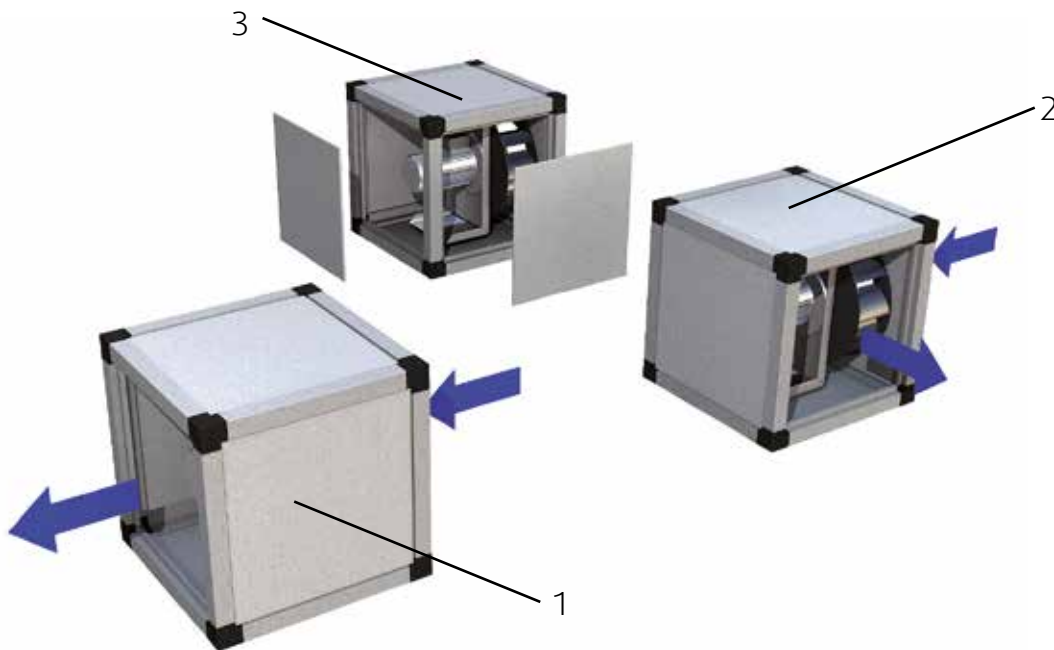

Bild 11: MUB mit verschiedenen Ausblas-Möglichkeiten
- ☞ Schließen Sie anschließend die andere Seite mit diesem Seitenpaneel (siehe Bild 11).